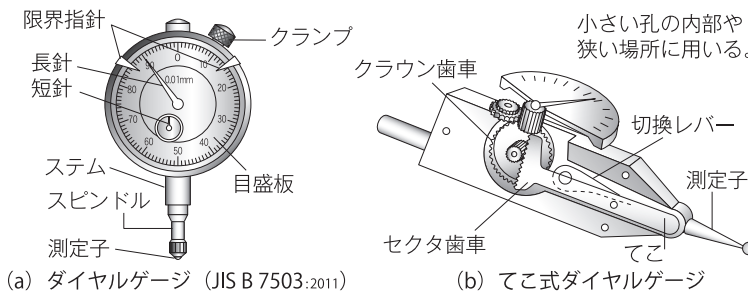

図 14 ダイヤルゲージの例
(c) **ダイヤルゲージ**^① 測定子の直線変位を歯車によって回転に変え、測定子の移動量を長針と短針の回転に変換して、円形目盛で指示する測定器である (図 14)。
① dial gauge